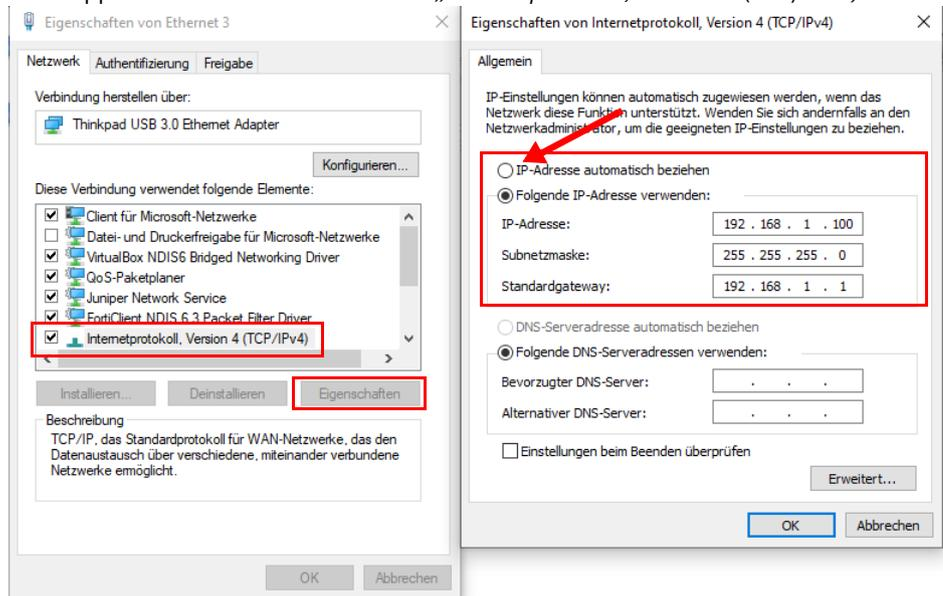

Bild 5-3 IP-Einstellung des Konfigurationsrechners (Admin-PC) ändern
- Geben Sie die Werte entsprechend dem Beispiel in Bild 5-3 / Tabelle 5-1 ein.